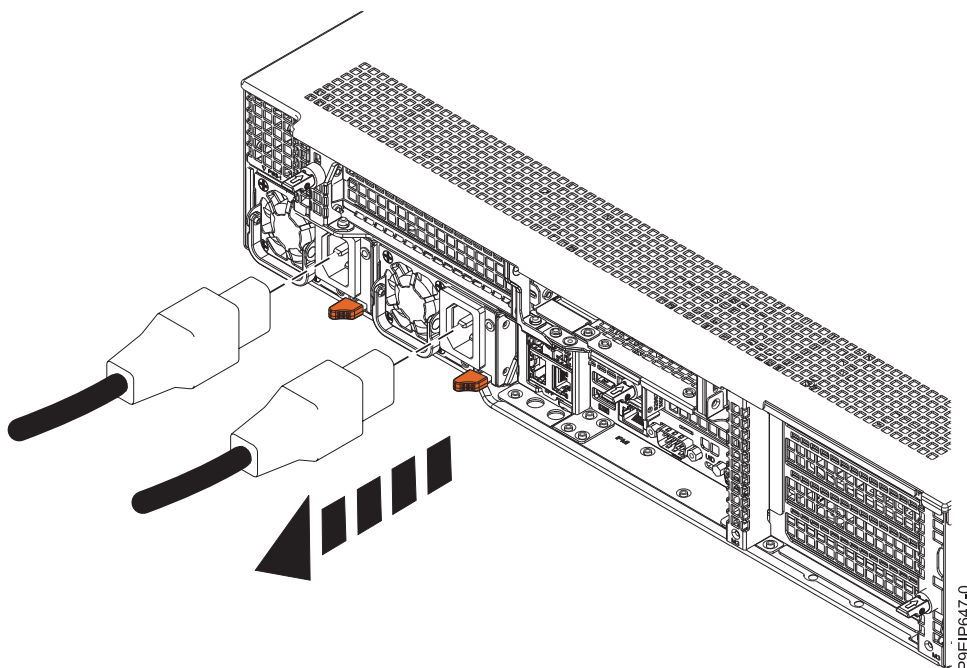

Figure 71. Retrait des cordons d'alimentation du système
2. Étiquetez et déconnectez les cordons d'alimentation du système comme indiqué dans la figure 71, à la page 112.